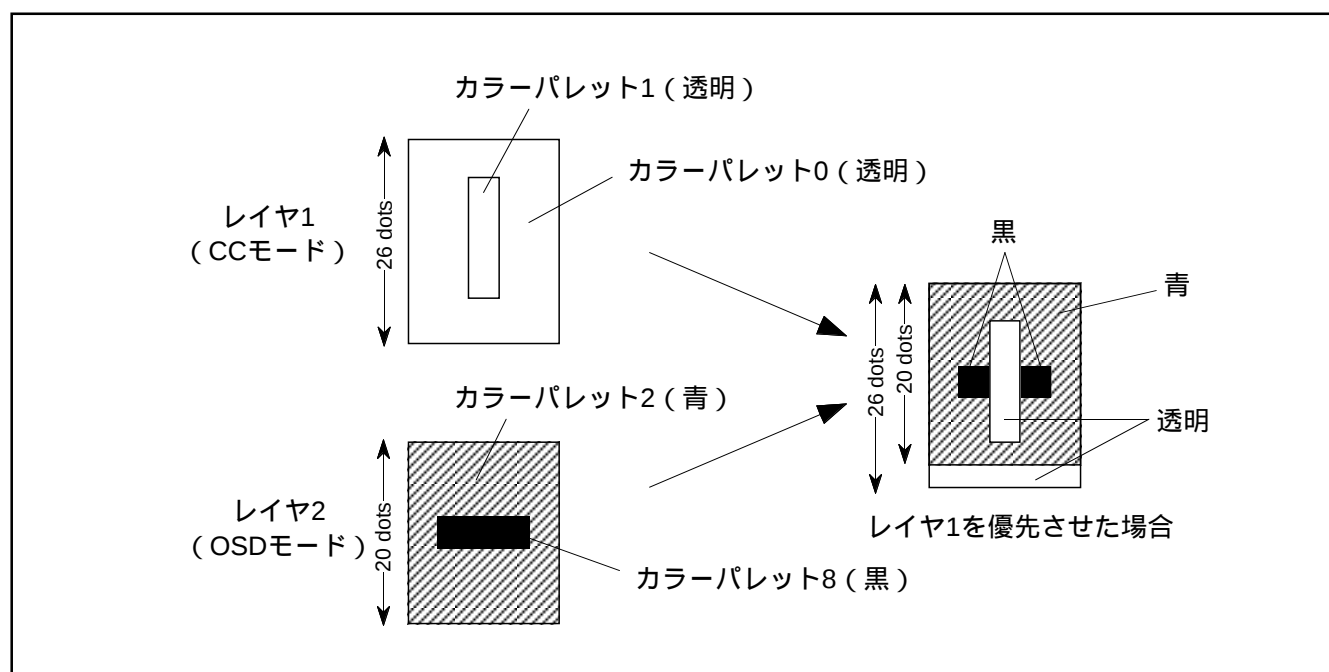

図 8.11.26 カラーパレット 0 (透明) とその他カラーパレット透明設定との違い
2. カラーパレット 0( 透明 )と、0 以外のカラーパレットの透明設定とは異なります。複数のレイヤが重なったとき、優先レイヤがカラーパレット 0( 透明 )の場合は下層レイヤが表示されますが、優先レイヤが 0 以外のカラーパレットの透明設定の場合は、下層レイヤは表示されず、背景画面が表示されます( 図 8.11.26 参照 )。